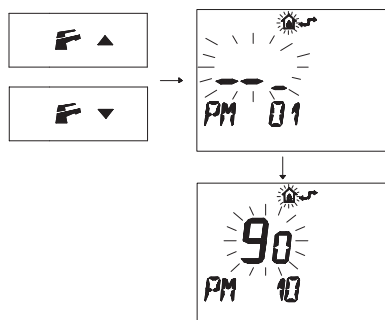

Figura 5.49
- Premere i pulsanti **F** ▼ o **F** ▲ per visualizzare la programmazione "PM10" selezione della frequenza di accensione (Figura 5.49).
Nella Figura 5.49 si visualizza un SET programmato di **90** corrispondente ad un tempo di riaccensione di 3 minuti circa.